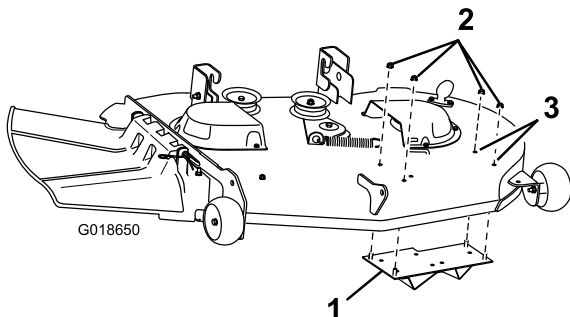

Figure 3
10. Retirez 2 boulons obturateurs et 2 écrous du tablier de coupe aux emplacements indiqués à la Figure 3.
11. Fixez la plaque de déflecteur "kicker" au côté gauche du tablier de coupe avec 4 écrous à embase (5/16 pouce), comme illustré à la Figure 3.